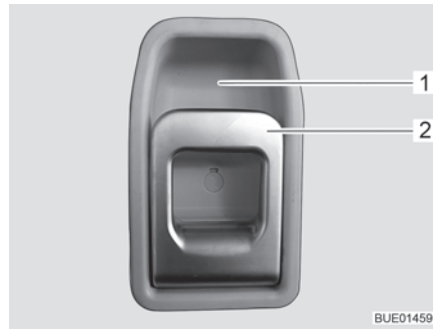

Fig. 35 Cerradura de la puerta de entrada, en el interior
- Abrir:** ■ Tirar del tirador (Fig. 35,2). Se desbloqueó la cerradura de la puerta.
- Bloquear:** ■ Presionar la parte superior del tirador (Fig. 35,2) hacia el alojamiento del tirador (Fig. 35,1).